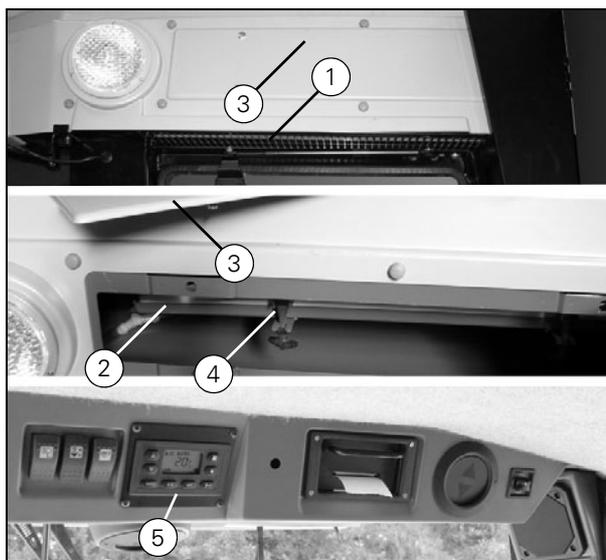

Рисунок 37
(Рис. 37)
На основе значения температуры, выбранного на дисплее (9), а также значений температуры наружного воздуха и воздуха в кабине блок управления вычисляет положение клапана (2), (Рис. 37), частоту вращения вентилятора и момент отключения компрессора (6), (Рис. 37), для получения температуры, выбранной на дисплее (9).